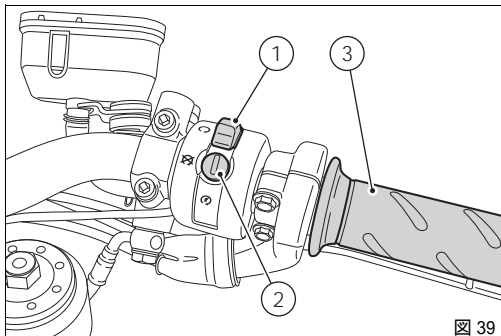
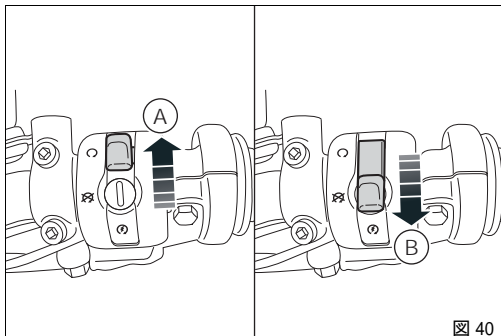

図 39
図 40
1) コードが承認されると、システムはエンジンプロックを解除します。START ボタン (2、図 40) を押すと、エンジンが始動します。
## 右側スイッチ (図 39 と 図 40)
ポジション "○" (RUN) = エンジン作動 (A、図 40)
ポジション "⊗" (OFF) = エンジンの停止 (B、図 40)
このスイッチは、緊急時等でエンジンを直ちに停止させなければならない時に使用することを目的としています。エンジン停止後は、再始動ができるようにスイッチを "○" (A、図 40) ポジションに戻して下さい。
## スロットルグリップ (図 39)
右ハンドルバーのスロットルグリップ (3、図 39) は、スロットルボディの開閉を制御します。グリップを緩めると、自動的に元の位置 (アイドル状態) に戻ります。